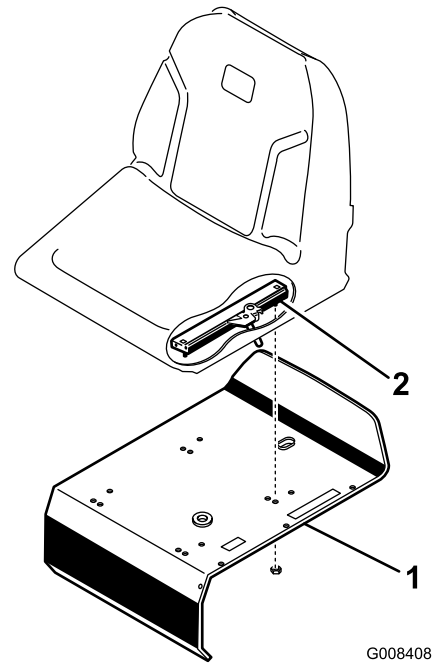

図 3
- 付属部品に入っているロックナット5/16"を使って、シートスライドをシートサポートに固定する **図 3**。